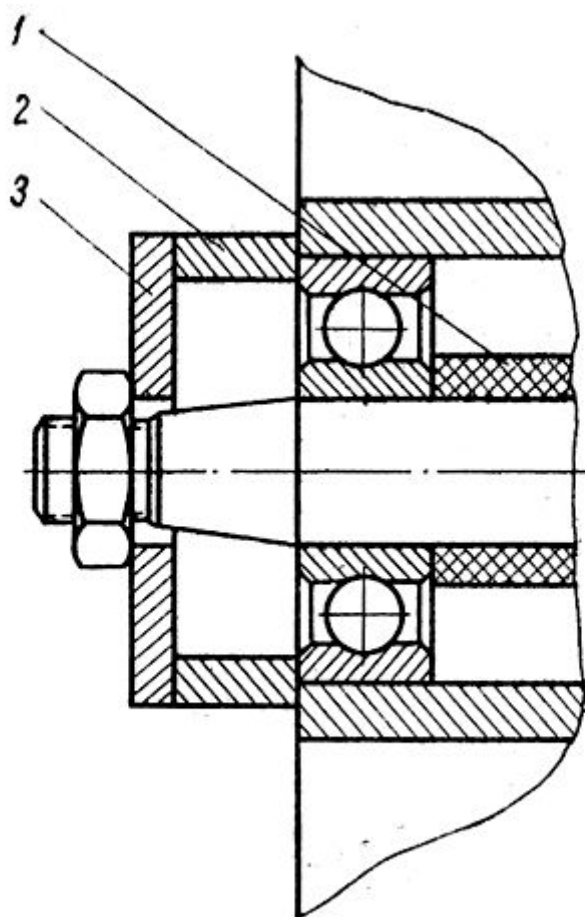

Рис.7. Запрессовка коленчатого вала
2. Коленчатый вал запрессуйте в левую половину. Для этого поместите его на две металлические пластины, заходящие между щеками, и легкими ударами деревянного молотка напрессуйте левую половину картера. При помощи гайки и специального распорного кольца коленвал допрессуйте до упора во внутренний подшипник (рис. 7).